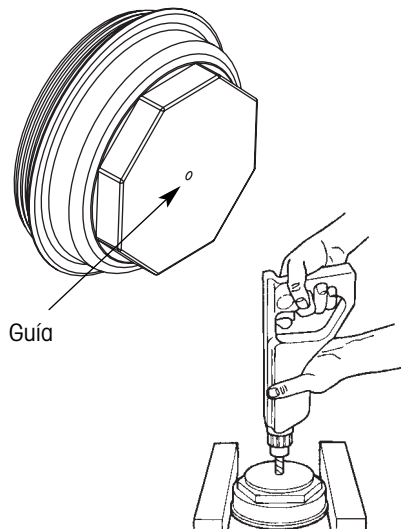

Figura 83. Preparación para la instalación del hubodómetro
2. Utilizando la guía en el centro de la tapa de la maza (figura 83), barre un agujero de $\frac{9}{16}$ de pulgada a través de la tapa de la maza. Remueva todos los residuos del barrenado de la tapa de la maza.